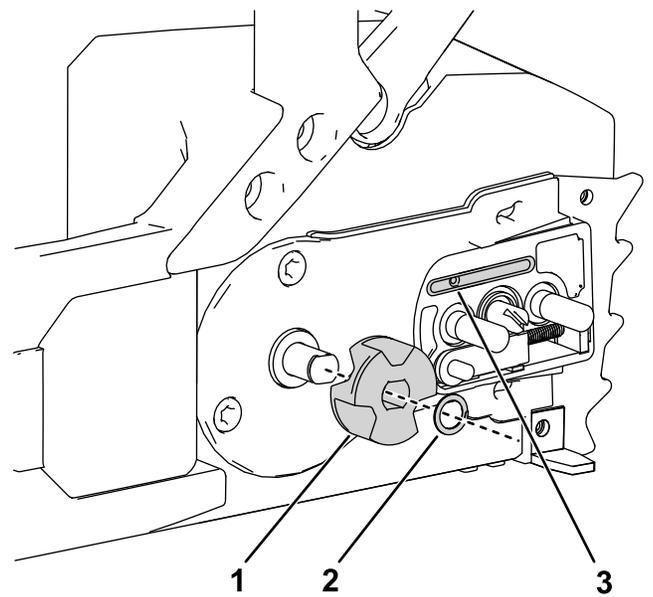

図 29
5. クリップとドライブスプロケットをチェーンソーから取り外します(図 29)。
9. オイル出口(図 29)にゴミがないか確認し、必要に応じて清掃します。